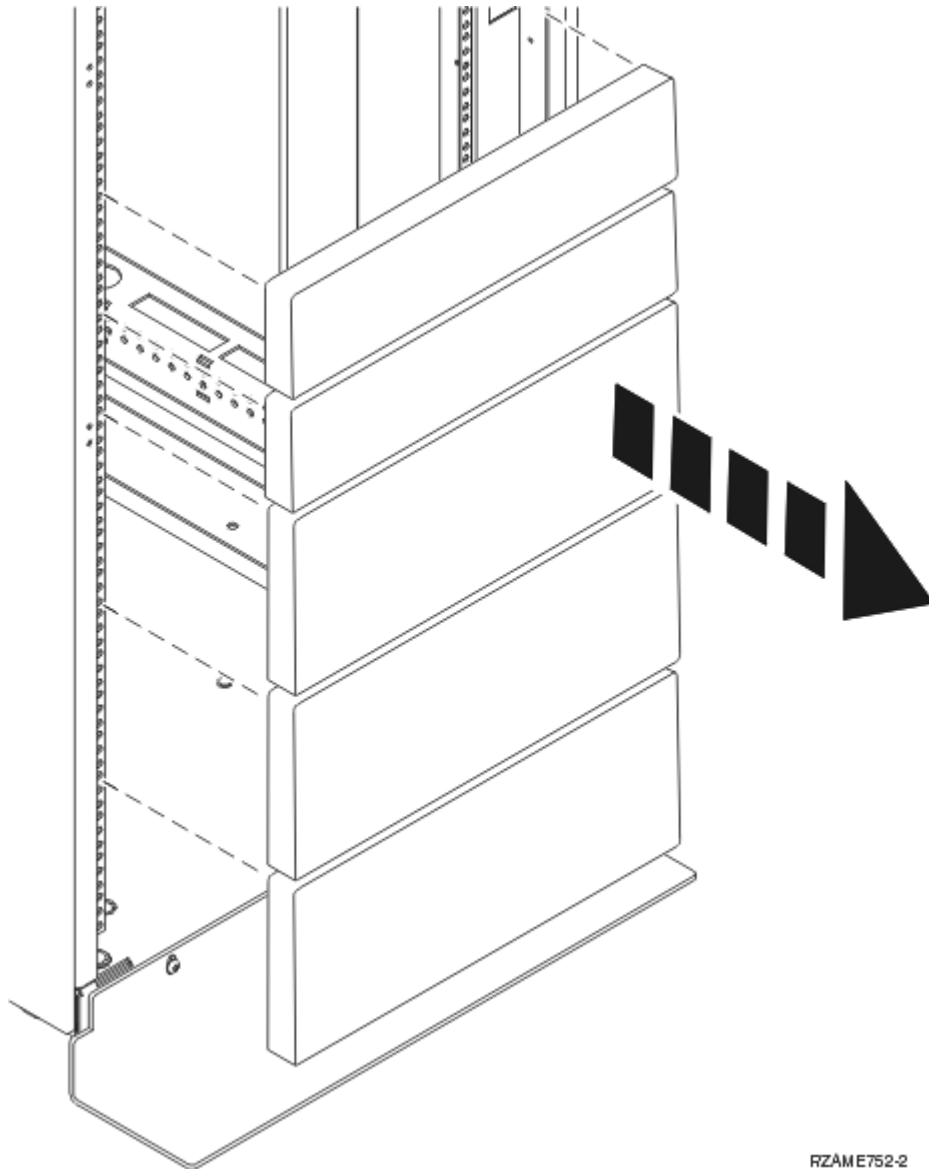

Figura 1. Remover os painéis de enchimento
3. Caso seja necessário, remova os painéis de enchimento para permitir o acesso ao interior da estrutura do bastidor onde planeia colocar a unidade, conforme demonstrado em Figura 1 na página 6.